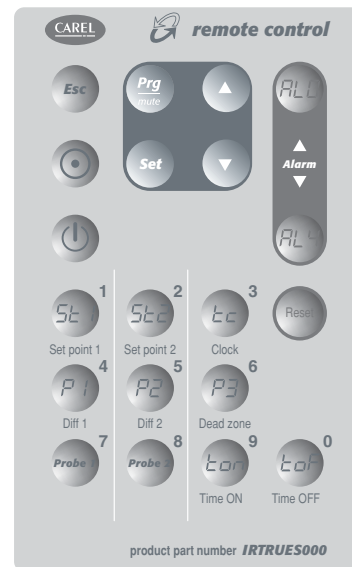

Fig. 3.q
- Direkt visning/redigering av de vanligaste parametrarna (fig. 3).